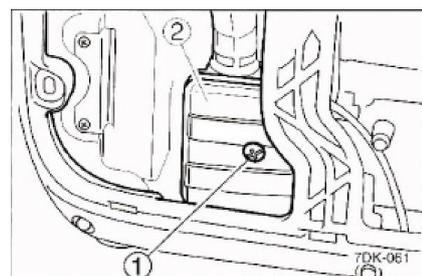

Abb. 38: Filter entnehmen (PG-I 20 S)
Schritt 3: Die Schrauben (1) heraus-schrauben und den Filter (2) entnehmen (Abb. 38). (PG-I 20 S).